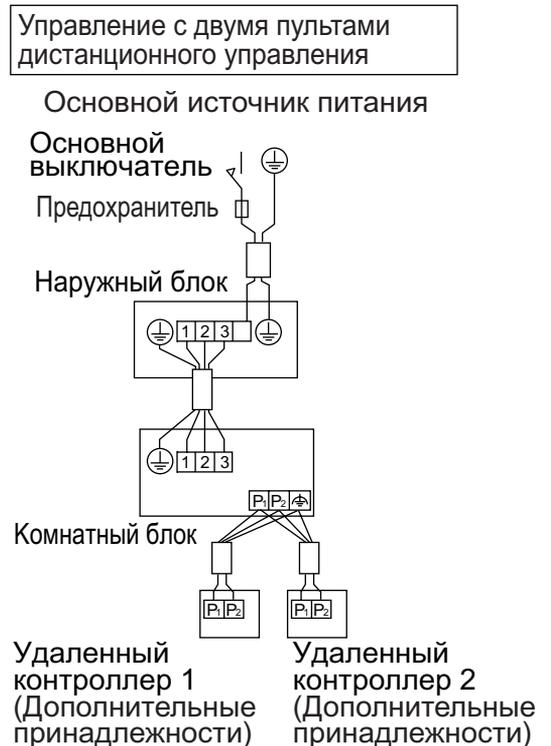

Рис. 28
- **Управление с двумя пультами дистанционного управления:** два пульта дистанционного управления управляют одним комнатным блоком. (См. рис. 28)
- (3) Снимите крышку распределительной коробки.
- (4) Присоедините блок дистанционного управления 2 к концевому блоку дистанционного управления (P₁ P₂) в распределительной коробке. (Независимо от полярности.) (См. рис. 28 на стр. 15 и Таблица 4 на стр. 16)